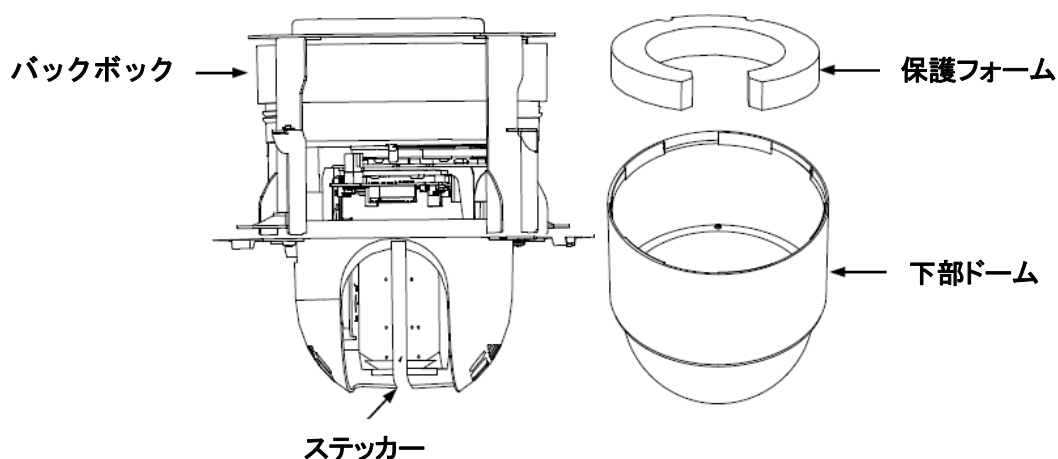

図 2-1 保護用アクセサリの取り外し
1. 下のドームを反時計回りに回して、図 2-1 に示すようにバックボックスから分離します。
1. 下部のドームを反時計回りに回して、バックボックスから分離します。図 2-1 を参照してください。